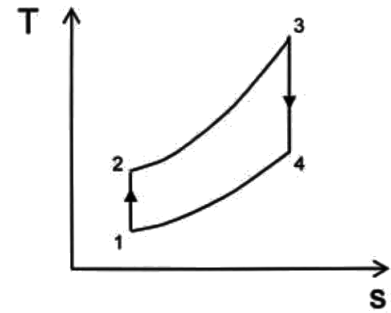

Figure 4
On donne le cycle dans le diagramme (T, s) où s est l'entropie massique de l'air en Fig. 4.
6. En déduire qu'une évolution isobare se représente comme une exponentielle conformément au cycle tracé dans le diagramme (T, s) de la Fig. 4.